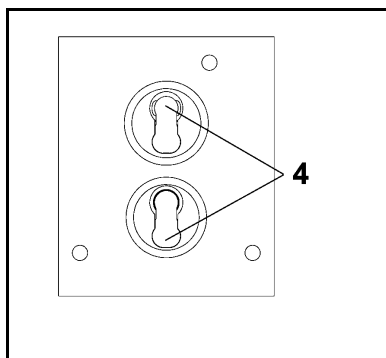

Abb. 7: Lage der Ventilplatten
1. In die Membranaufnahme (14) den neuen O-Ring (18) einlegen.
2. In die Zwischenplatten (3), (7) und (8) die neuen Ventilplatten (Abb. 7/4) sowie die neuen O-Ringe (5) einlegen.
**i** Ober- und Unterseite der Ventilplatten sind identisch. Zur korrekten Lage: siehe Abb. 7.
3. In die Zwischenplatte (3) den neuen O-Ring (6) einlegen.
4. Die Zwischenplatten (3), (7) und (8) auf die Membranaufnahme (14) entsprechend der Filzstiftmarkierungen auflegen.
5. Kopfabdeckung (1) auf das Pumpengehäuse (15) aufsetzen; Befestigungsschrauben (2) über Kreuz handfest anziehen.